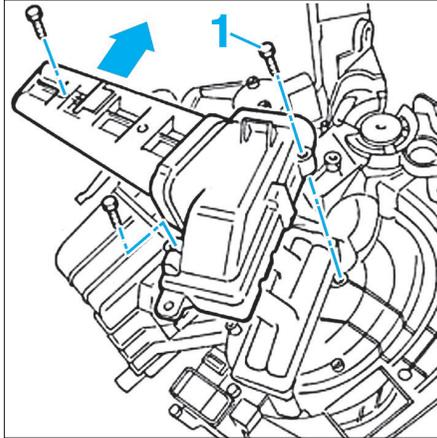

FIG. 18
- Déposer les vis de fixation (1) (Fig.18), puis extraire le carter de canalisation.